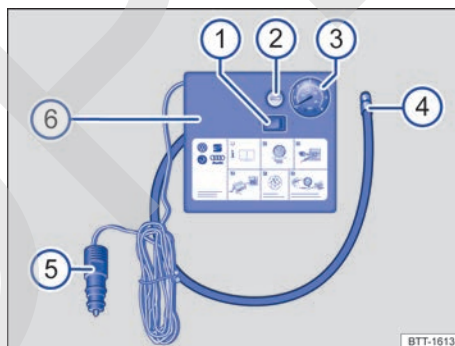

Fig. 244 Representación esquemática: compresor del kit reparapinchazos.
El compresor del kit reparapinchazos se compone de los siguientes elementos → fig. 244:
- Enrosque fijamente el tubo de inflado → fig. 244 ④ del compresor de aire en la válvula del neumático.
- Compruebe que el tornillo de descarga de aire → fig. 244 ② esté cerrado.
- Acople el conector de 12 voltios → fig. 244 ⑤ a una toma de corriente de 12 voltios del vehículo → pág. 203.
- Encienda el compresor de aire con el conmutador de encendido y apagado → fig. 244 ①.
- Deje el compresor en funcionamiento hasta alcanzar una presión de 2,0 a 2,5 bares (29-36 psi/200-250 kPa) → ⚠. **No lo deje funcionar más de 8 minutos** → ①.
Vuelva a enroskar el tubo de inflado → fig. 244 ④ y compruebe la presión del neumático en el indicador ③.